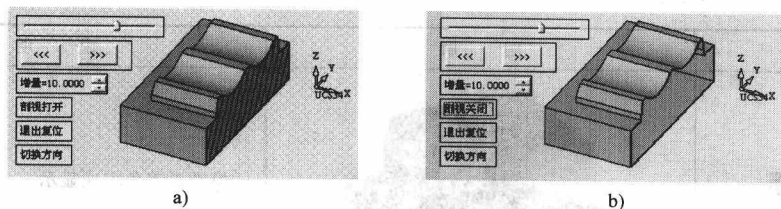

图 1-22 动态剖切示例
(2) 动态剖切 : 动态剖切功能常用于检查零件间是否有干涉现象, 或检查设计零件的合理性。单击  按钮图标后, 首先要选择一个剖切平面或选择坐标系的一个平面。然后在提示区中设置移动增量、剖视图是否打开等选项, 移动滑块可以动态变化剖切位置。图 1-22 所示为动态剖切示例。
“增量”用于设置每点击一次箭头剖切面所移动的距离；“剖视打开/关闭”用于设置是否在剖切面上显示剖切线，效果可参考图 1-22 的示例；“退出复位”用于设置退出动态剖切后不保留剖切的视图，恢复为正常显示方式；“退出保留截面选”项用于设置退出后，图形仍以剖面的形式显示；“切换方向”用于变换剖切的观察方向。